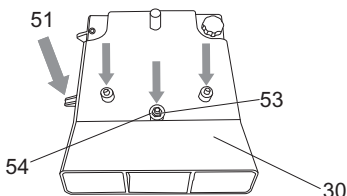

Fig. 12
- > Tome nota de la "lengüeta" (51) ya que este es el punto que activa el interruptor de bloqueo (52) y permite a la cepilladora-regruesadora funcionar de manera segura. (Fig. 12 y 13)
- > Afloje la tuerca (53) con la llave de 10 mm suministrada, y a continuación retírela junto con la arandela plana 8 (54). (Fig. 12)
- > Asegure el puerto de extracción colocando la arandela plana 8 (54) y la tuerca (53) en el punto de localización central (roscado), y a continuación apriete la tuerca (53).
- > Gira la manivela de ajuste de la altura (11) en sentido horario para elevar la mesa de la cepilladora. Esto fijará el puerto de extracción en su sitio y activará el interruptor de bloqueo de seguridad.